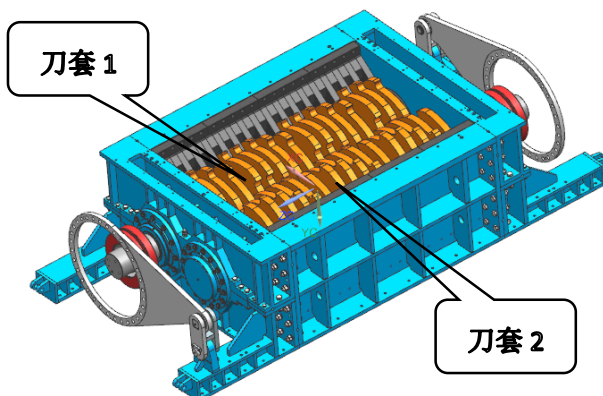

图 6-3 第一步
- 拆下液压马达/电机，松开锁紧盘，拆下减速机，取下锁紧盘。状态见图 6-3。